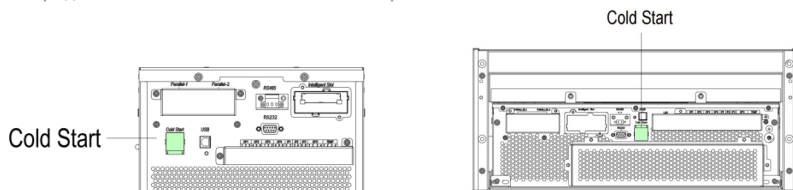

Рисунок 5.1. Расположение кнопки холодного запуска АКБ
4. Получить свободный доступ к кнопке «Cold Start», предварительно сняв защитную заглушку на передней панели (если имеется), как на рис. 5.1